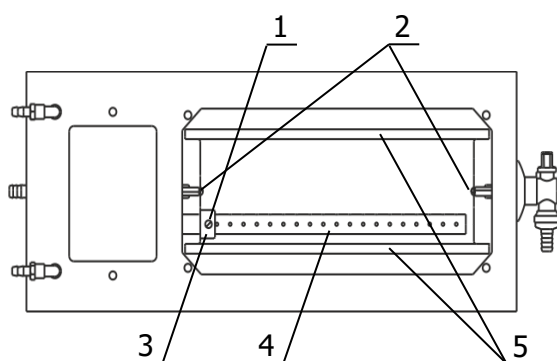

Рисунок 4 — Извлечение рабочей ванны термостата
2.4.6 Для извлечения и очистки рабочей ванны термостата необходимо ослабить винт 1 (рисунок 4), рассекающий элемент 4 выдвинуть из втулки 3 до упора в противоположную стенку ванны. Винты 2 выкрутить полностью и вынуть рабочую ванну, удерживая ее за металлические уголки 5.